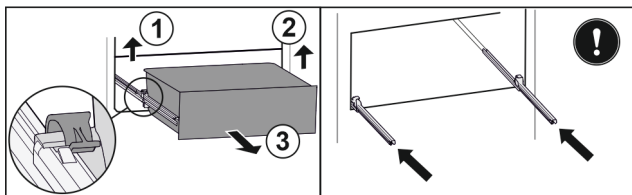

Fig. 213
- ▶ Приподнимите левый зажим и одновременно вытяните движением вперед выдвижной ящик слева. Fig. 213 (1)
- ▶ Приподнимите правый зажим и одновременно вытяните движением вперед выдвижной ящик справа. Fig. 213 (2)
- ▶ Извлеките выдвижной ящик движением вперед. Fig. 213 (3)